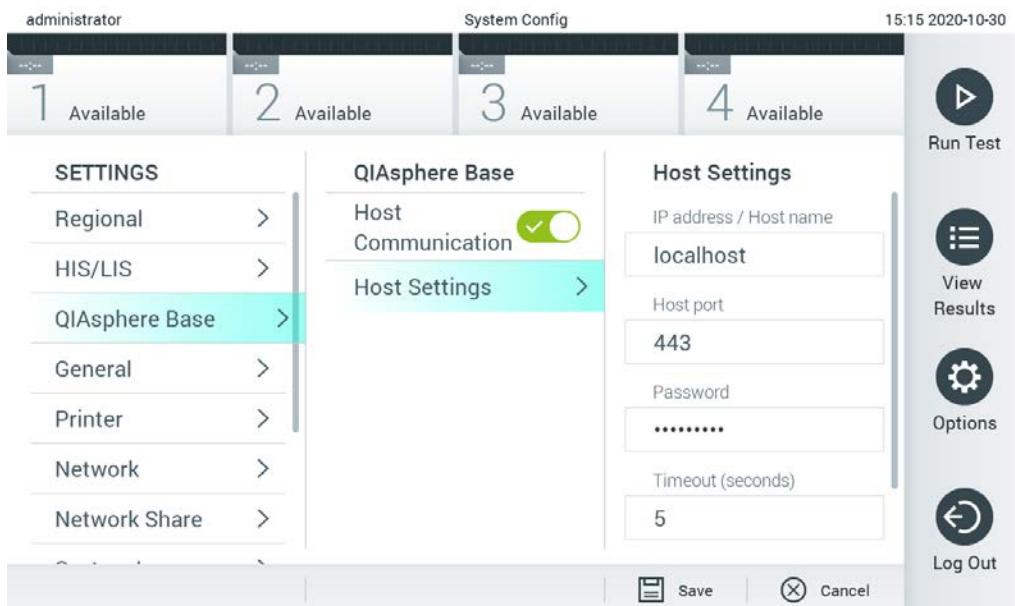

Figura 66. Configurarea conexiunii cu QIAsphere Base
- Selectați **QIAsphere Base** din lista de setări din coloana din stânga (Figura 66).